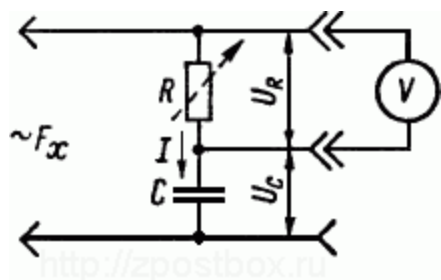

Рис. 1. Схема измерения частоты при помощи вольтметра
Наиболее простым является **косвенный** способ измерения частоты, основанный на зависимости сопротивления реактивных элементов от частоты протекающего по ним тока. Возможная схема измерений представлена на рис. 1.
1. Собрать схему рис. 1